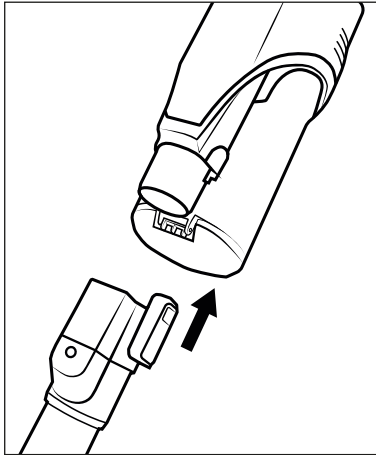

Fig. 1
- 1) Glissez le tube d'aspiration **24** sur l'appareil jusqu'à ce qu'il s'enclenche de manière audible avec un clic (voir fig. 1).